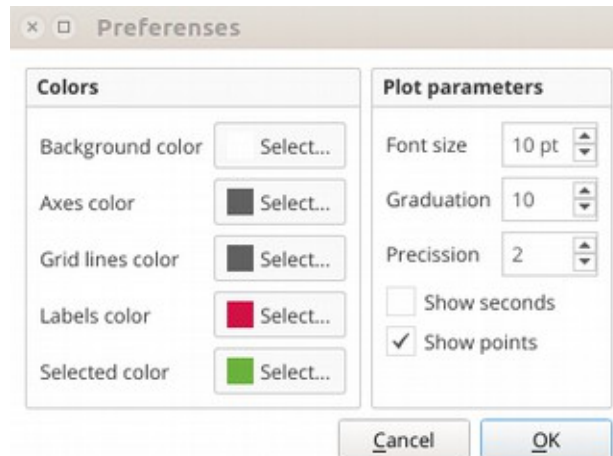

Imagen 12. Parámetros del gráfico que puede editar.
- Haga clic en este botón para abrir una ventana emergente con los parámetros del gráfico (fig. 12).